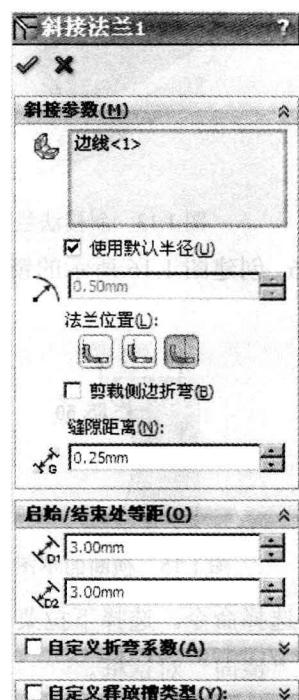

图 1.12 “斜接法兰 1”对话框
② 选择下拉菜单 **插入(I)** → **退出草图** 命令, 退出草图环境, 系统弹出图 1.12 所示的“斜接法兰 1”对话框。